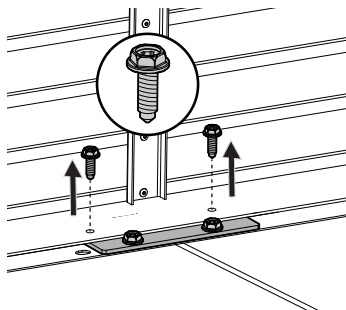

Fig. 22
- c. Installez la garniture supérieure en fixant quatre vis 4H le long de la base de la garniture avec une clé à douille de $\frac{5}{16}$ po (Fig. 22).